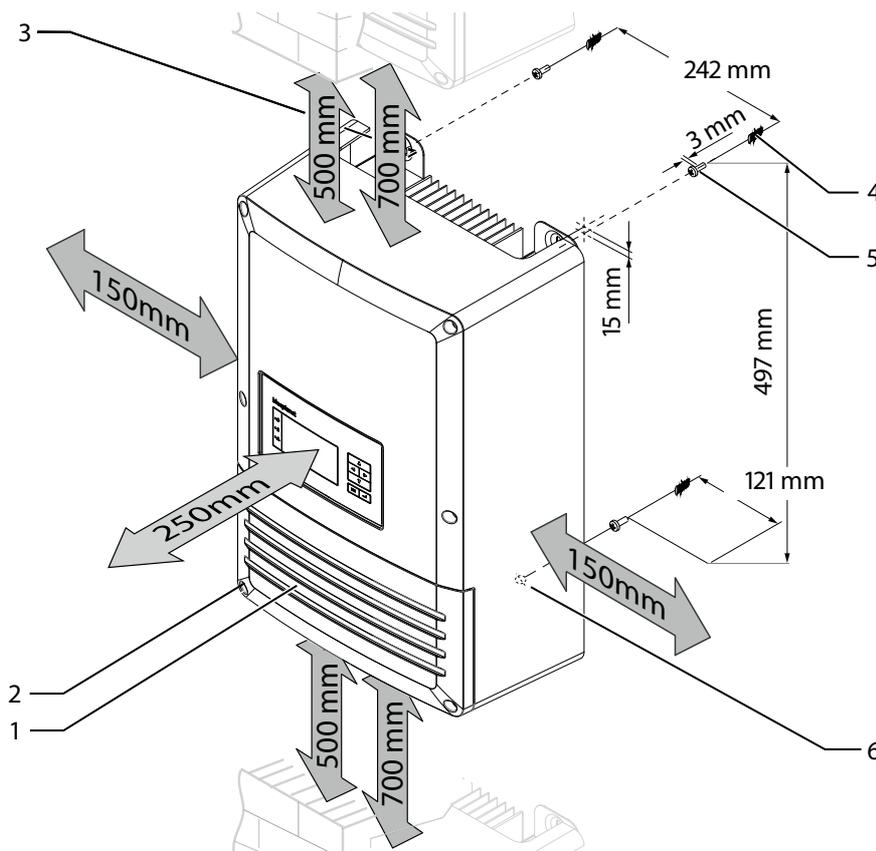

Bild 8: Mindestabstände/ Aufhängen des Wechselrichters
- Mindestabstände bei der Montage: siehe Bild 8 auf Seite 17
- Position der oberen Bohrlöcher gemäß der Bemaßung im Bild 8 oder mit Hilfe der Aufhängelaschen auf der Gehäuserückseite, an der Wand anzeichnen.